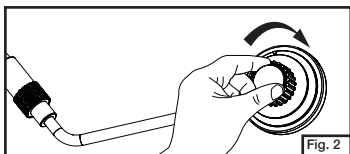

Fig. 2
- Fermez la valve du régulateur en appuyant dessus et en la tournant dans le sens des aiguilles d'une montre. (Fig. 2)